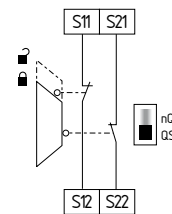

Fig. 14
**Circuito de monitorização de porta de proteção de dois canais com dispositivo de interrupção conforme EN ISO 14119 (ver Fig. 14)**